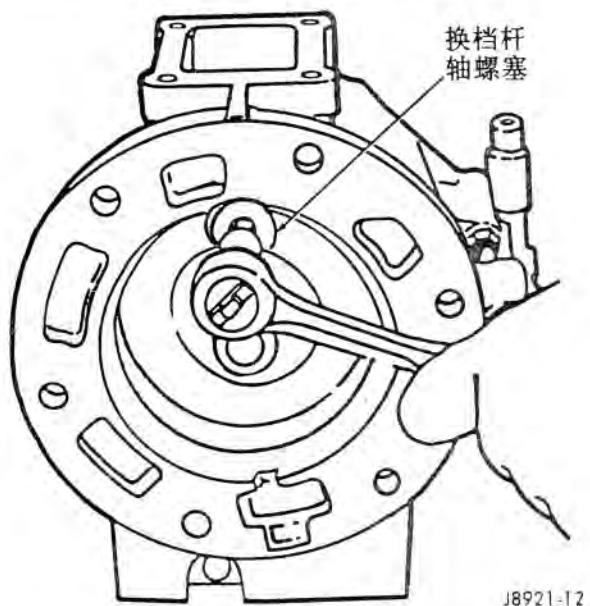

图 12 拆卸换档杆轴螺塞
(8) 拆除换档杆轴螺塞 (图 12) 然后用大的磁性吸杆把轴拉出。
(9) 用塑料槌轻轻敲打后壳体使之松动，拆下后壳体。